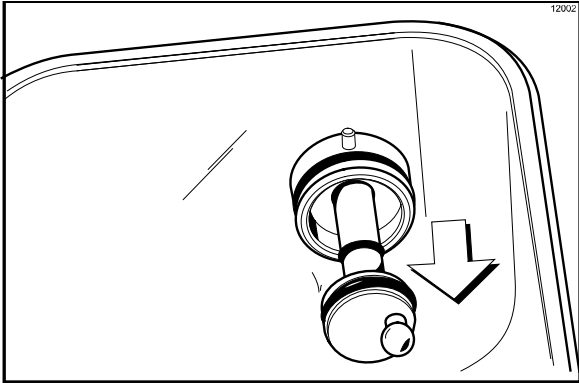

Figure 103
10. Retirer l'arbre d'entraînement de la pompe du moyeu d'entraînement situé dans la paroi arrière du réservoir à mélange (Cf. Figure 103).